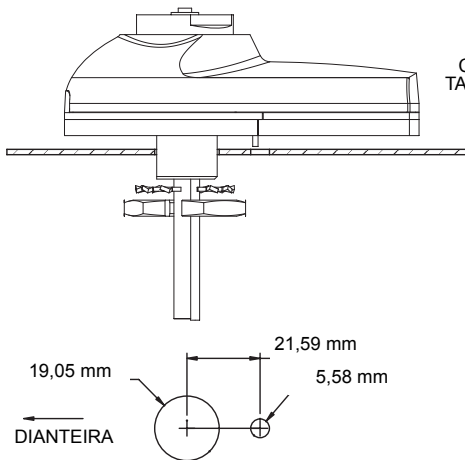

Figura 1. Instalação normal
2. Faça furos através da superfície de montagem [espessura máxima de 1,27 cm] de acordo com o tamanho e a posição indicados na figura 1.